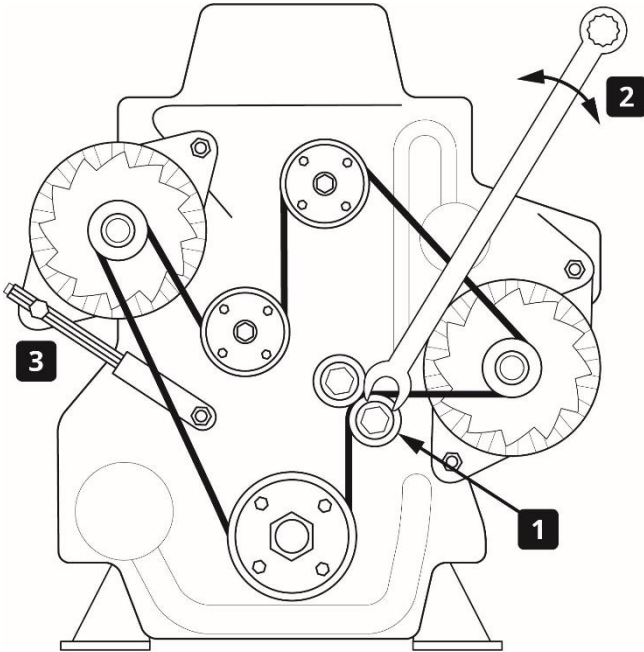

Figura 9: Reinstallazione con tenditore automatico
1. Far passare la cinghia di trasmissione attraverso le pulegge, saltando il tenditore automatico (elemento 1 nella Figura 9).
2. Allentare il tenditore automatico utilizzando una chiave (elemento 2 nella Figura 9).
3. Quando la cinghia si trova attorno a tutte le altre pulegge, farla scorrere sul tenditore automatico (elemento 1 nella Figura 9) mantenendo la pressione sulla chiave.
2. Inclinare l'alternatore in avanti e fissare senza serrare l'aletta di regolazione al braccio di regolazione (elemento 3 nella Figura 9).